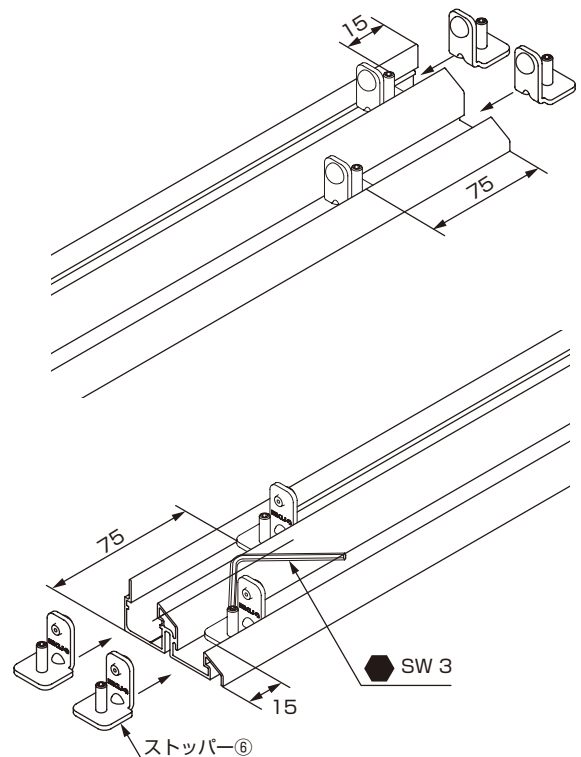

図 2-2-3
(2)下用のレール(⑬または⑭)にストッパー⑥を図 2-2-3 のように組み込んでください。
- [1]下用のレール(⑬または⑭)に、ストッパー⑥を左右から組み込んでください。